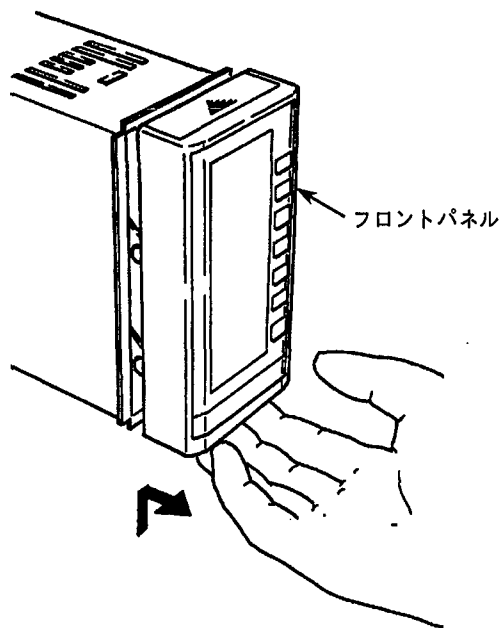

図4.2 スイングアップ1
- ① フロントパネル下部中央を押し(押した状態でロックが外れます)ながら、手前に引きます(図4.2参照)。軽い抵抗感があり、止まります。